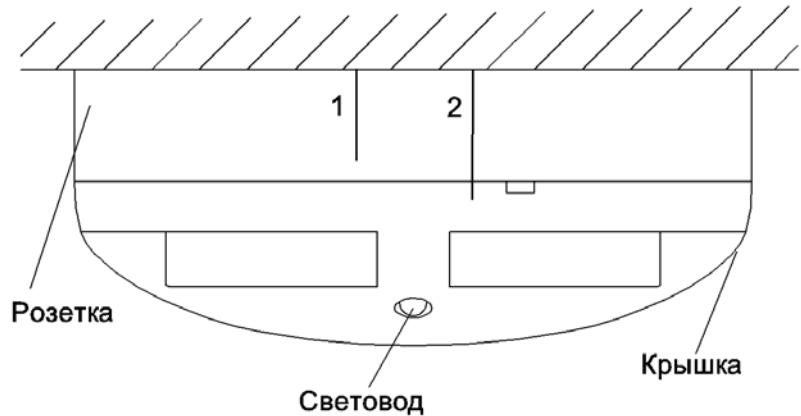
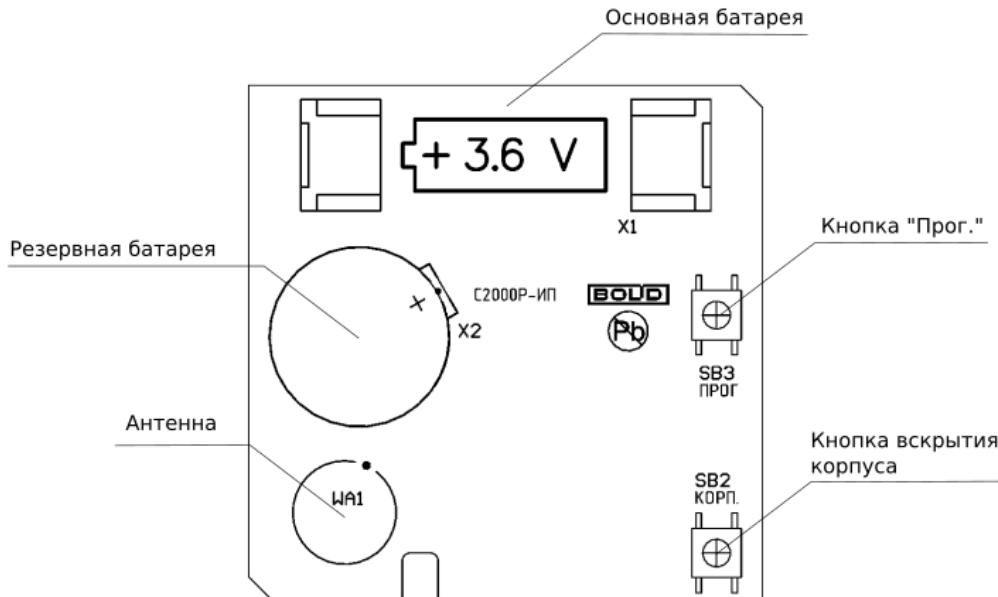

Рисунок 2.1 Внешний вид извещателя
Рисунок 2.3 Расположение элементов на плате
На розетке и крышке извещателя имеются риски для облегчения ориентирования частей корпуса при сборке (см. Рисунок 2.1). При установке извещателя в розетку следует совместить риску на крышке с риской 1 на розетке, затем повернуть крышку до совмещения с риской 2. Разборка производится в обратном порядке.
При обратной установке крышки, крепёжные выступы вставляются в пазы, указанные на Рисунке 2.2, и язычок должен совпасть с кнопкой вскрытия корпуса (см. Рисунок 2.3).
На плате извещателя располагаются элементы питания и органы управления прибором (см. Рисунок 2.3):
- При установке извещателя в розетку следует совместить риску на крышке с риской 1 на розетке, затем повернуть крышку до совмещения с риской 2 (см. Рисунок 2.1).
- Розетка извещателя устанавливается в монтажный комплект «МК3» и фиксируется с помощью двух шурупов таким образом, чтобы риски на корпусе розетки (см. Рисунок 2.1) совпали по расположению с рисками на фланце монтажного комплекта.
- Зажать кнопку «Прог.» на плате извещателя (см. Рисунок 2.3) на время более 3 секунд, либо направить луч лазерного тестера на световод извещателя (см. Рисунок 2.1) на время более 3 секунд.